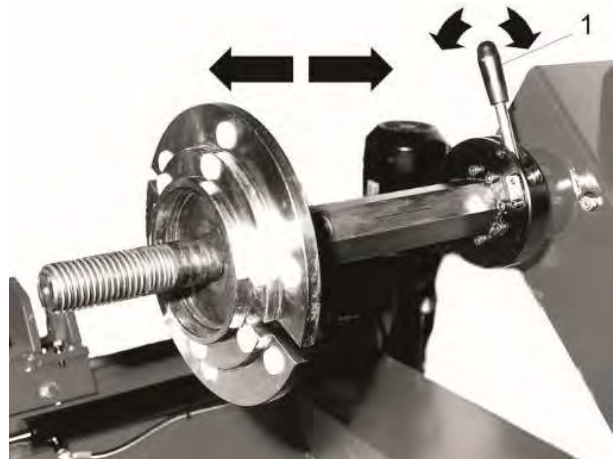

Fig.16
F. L'arbre peut être bloqué en trois positions différentes. Agir sur le levier de blocage (#1 Fig.16) et faire coulisser l'arbre axialement. L'arbre doit être bloqué correctement.